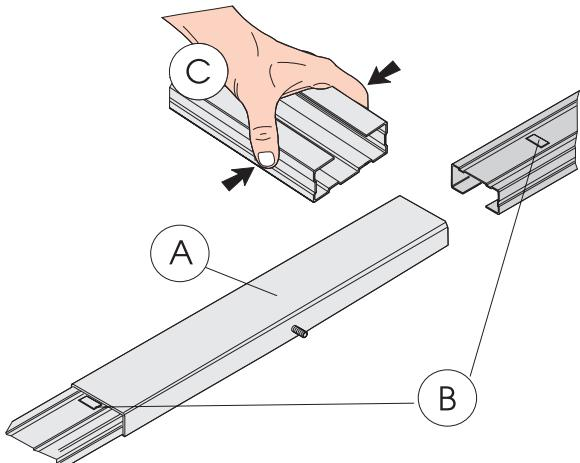

Fig. 6
- Assembler les deux éléments du rail de guidage en les introduisant dans le joint central (Fig. 6 réf. A) jusqu'à la rencontre des reliefs métalliques de référence (Fig. 6 réf. B). Pour faciliter l'embrayage du rail de guidage, l'introduire dans le joint central en le comprimant d'après la Fig. 6 réf. C. Ne pas utiliser d'outils risquant de déformer le rail ou le joint.